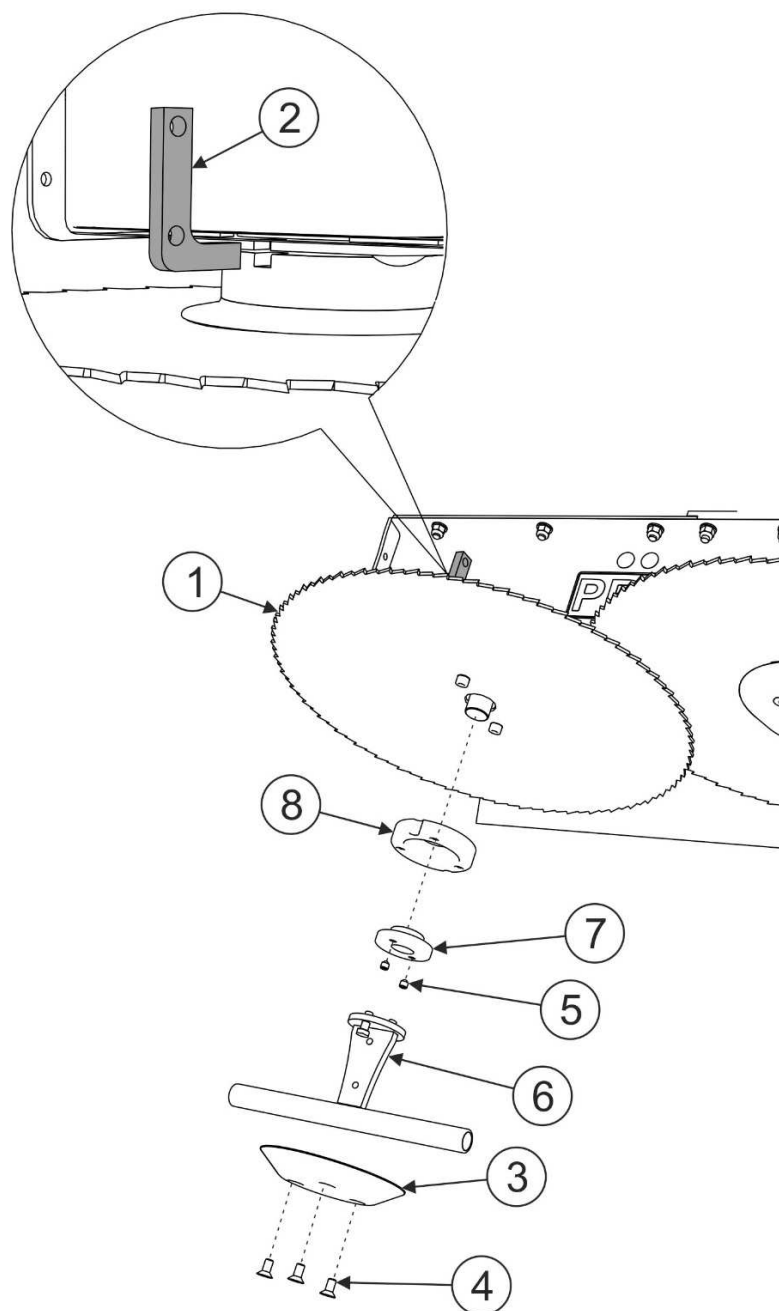

РИСУНОК 5.2 Замена режущих дисков
при демонтаже дисковой пилы нужно соблюдать следующую очередность операций (РИСУНОК 5.2):
(1)- дисковая пила; (2)- ключ I; (3)- защитная крышка; (4)- болты крепления крышки;
(5)- прижимные винты; (6)- ключ II; (7)- прижимная гайка; (8)- прижим;
При замене пилы (1) (РИСУНОК 5.2) необходимо обращать внимание на состояние прижимной гайки (7), крепящей дисковую пилу к валу. Поврежденную гайку крепления пилы необходимо заменить новой такого же типа.